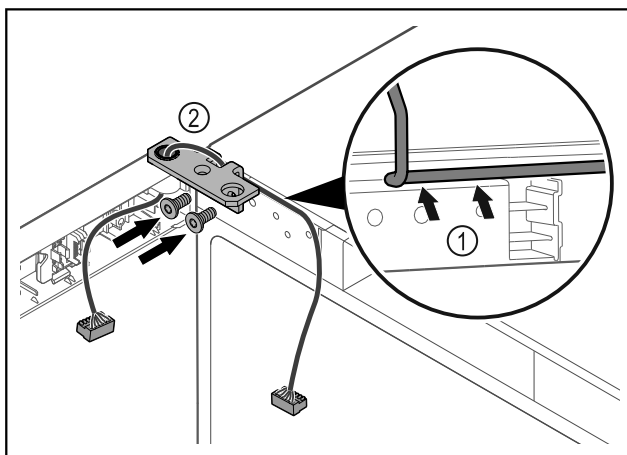

Fig. 39
- Introdurre il cavo nel foro della cerniera angolare e posarlo con cautela Fig. 39 (1).
- Avvitare la cerniera angolare Fig. 39 (2).